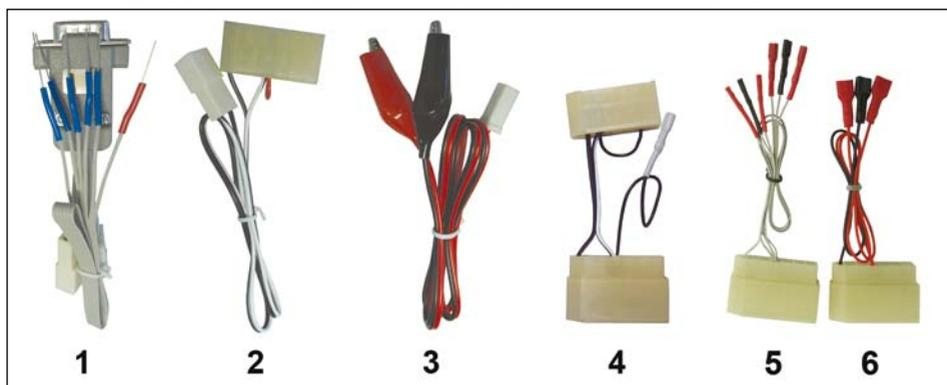

Рисунок 2. Комплект насадок, переходников и кабелей питания
9.1 Присоедините к программатору адаптер (рисунок 10) с насадкой BDM (рисунок 11) или №1 (рисунок 2), как показано на рисунке 12.